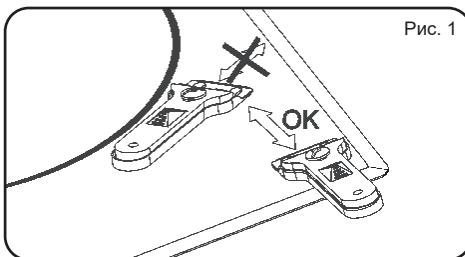

Рис. 1
**!** Если вы используете скребок неправильно, лезвие может сломаться. Если это произойдет, не пытайтесь извлечь деталь руками, осторожно используйте плоскогубцы или нож с тонким лезвием. (См. Рис. 1)